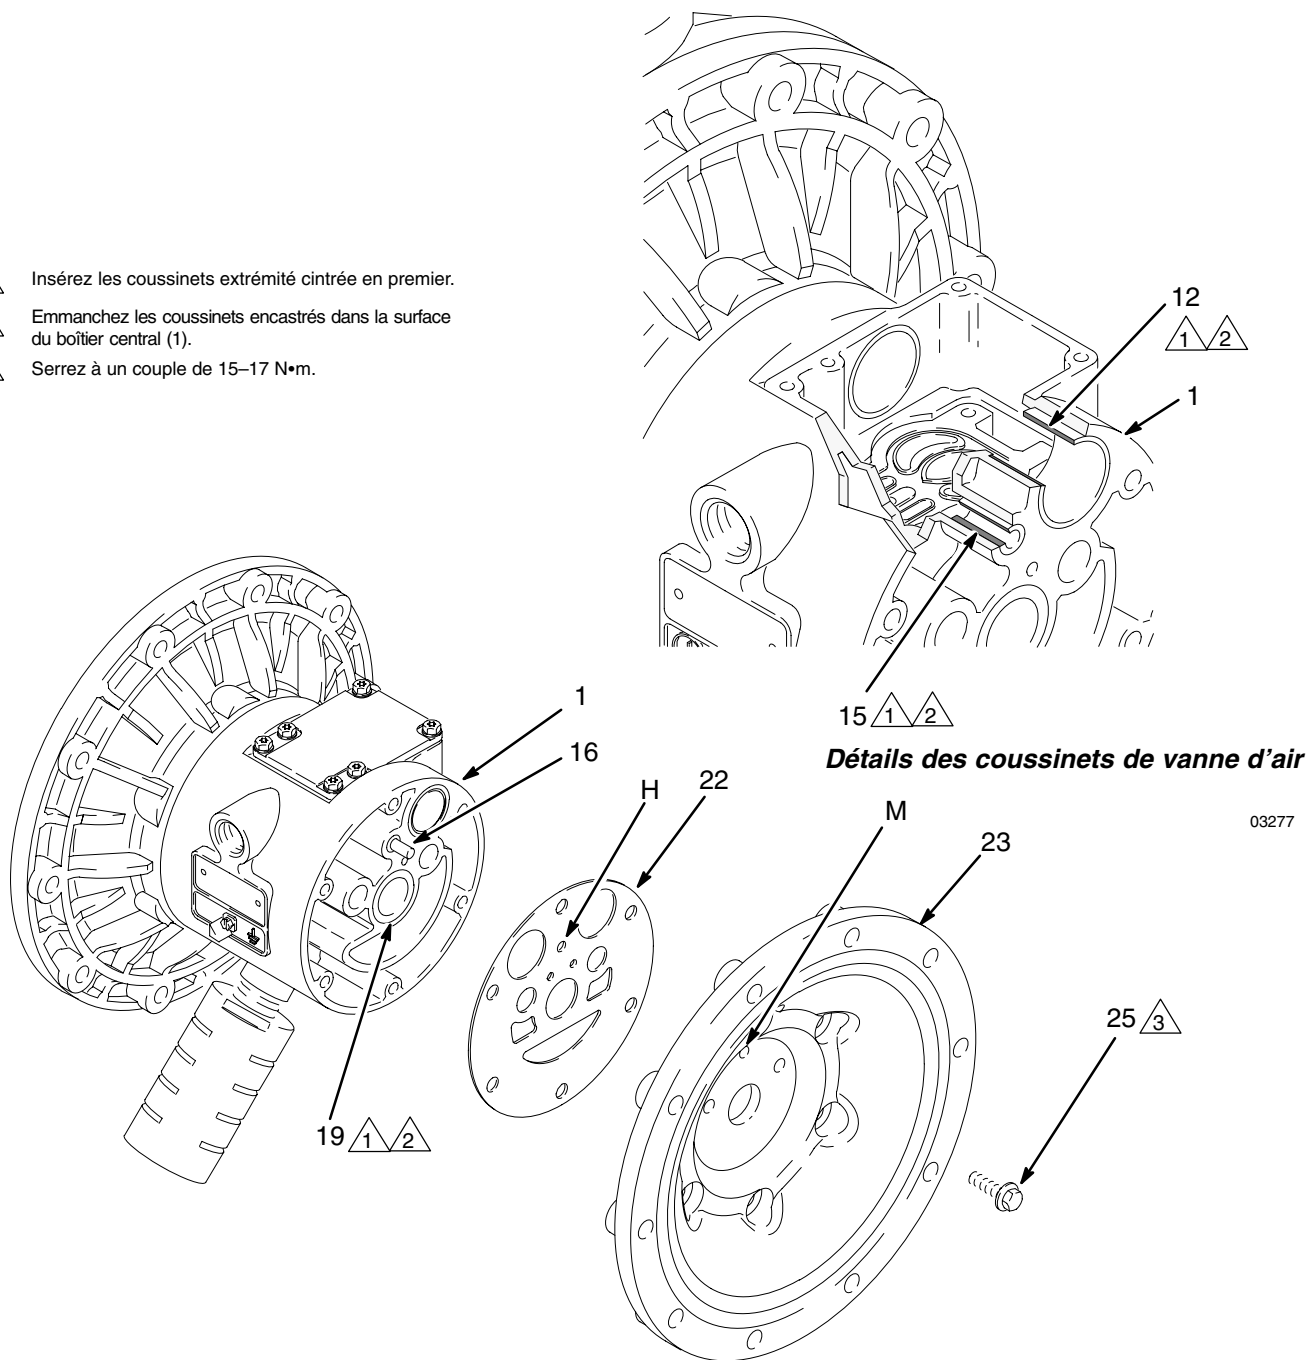

Fig. 14
- REMARQUE :** si vous devez ne retirer que le coussinet d'axe de membrane (19), passez l'étape 4.
5. Retirez les vis (25) maintenant les capots d'air (23) au boîtier central (1) à l'aide d'une clé à douille de 10 mm. Consultez la Fig. 14.
6. Retirez les joints du capot d'air (22). Remplacer toujours les joints par des éléments neufs.
7. Utilisez un extracteur de coussinet afin de retirer les coussinets d'axe de membrane (19), les coussinets de vanne d'air (12) ou les coussinets d'axe de commande (15). Ne retirez pas les coussinets qui ne sont pas endommagés.
1. S'ils ont été retirés, installez les joints en coupelle (402*) de l'axe de sorte que les lèvres soient orientées **vers l'extérieur** du boîtier (1).
2. Les coussinets (19, 12 et 15) sont cintrés et ne peuvent être installés que dans un sens. Insérez les coussinets dans le boîtier central (1), **extrémité cintrée d'abord**. Emmanchez le coussinet de sorte qu'il soit encastré dans la surface du boîtier central en utilisant une presse ou un bloc et un maillet en caoutchouc.
4. Alignez le joint de capot d'air neuf (22) de sorte que l'axe de commande (16) saillant du boîtier central (1) entre dans le bon orifice (H) dans le joint.
5. Alignez le capot d'air (23) de sorte que l'axe de commande (16) entre dans l'orifice intermédiaire (M) des trois petits orifices proches du centre du capot. Installez les vis (25) et serrez à la main. Consultez la Fig. 14. Serrez les vis, uniformément et en diagonale, à un couple de 15–17 N•m à l'aide d'une clé à douille de 10 mm.